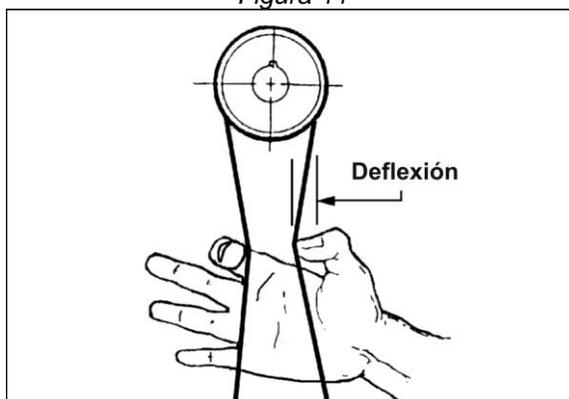

Figura 12
3. La tensión apropiada de la correa de impulsión se logra cuando hay una pequeña deflexión de la correa entre las poleas empleando una presión moderada con los dedos (Figura 12).